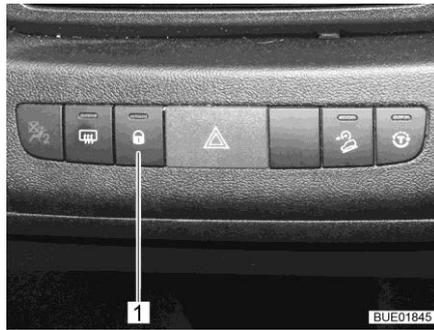

Fig. 65 Conmutador para el cierre centralizado
- Pulsar la tecla (Fig. 65,1). Las cerraduras de las puertas estarán desbloqueadas.
- Pulsar la tecla (Fig. 65,1). Las cerraduras de las puertas estarán bloqueadas. La luz de control en la tecla está encendida.